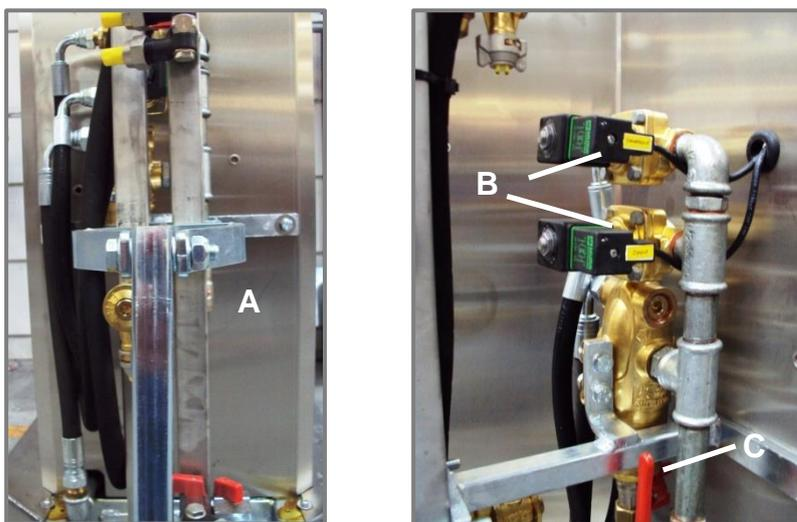

Figura 7.1: Válvulas eléctricas y conexiones de la manguera
- Retire la cubierta de acero inoxidable situada en la parte frontal de la *METO* (ver figura 7.1).
- Conecte la barra al punto de fijación (A) y al otro punto de fijación situado más arriba en el poste.
- Conecte la manguera de pulverización frontal y la lateral a las conexiones de alimentación de la barra de pulverización (ver etiquetas (B)); la válvula inferior es la válvula del pulverizador lateral y la válvula superior es la válvula del pulverizador frontal).
- La manguera que queda suelta está pensada para limpiar el sistema con agua (C).